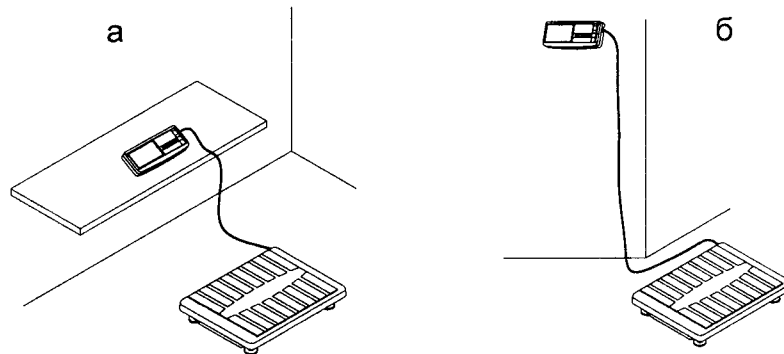

Рисунок 5 - Варианты размещения устройства индикации:
- выбрать удобный вариант размещения устройства индикации для работы с весами (рисунок 5).